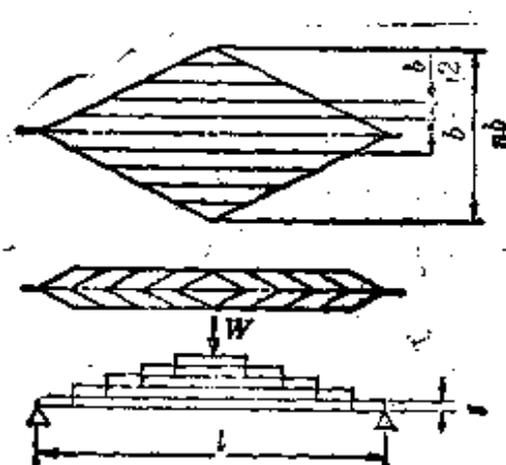

图3.25 叠板弹簧 (1)
叠板弹簧如图3.25所示，它是由纵向平板重叠而成的等强度梁。用簧箍箍紧，设簧箍的宽度为  $e$ ， $l' = l - 0.6e$  (mm)，用 (4) 式计算时以  $l'$  代替  $l$ 。